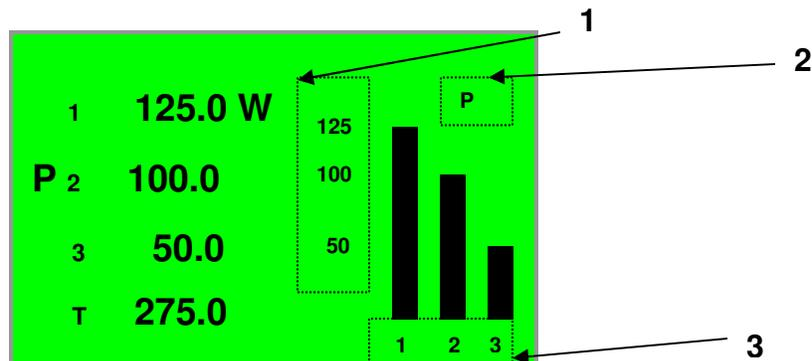

Figura 6 – Gráfico de barras
A figura 6 apresenta a visualização do gráfico de barras, as barras 1,2 e 3 indicam as intensidades por fase. Neste exemplo, o valor nominal de potência é de 100W, a graduação (1) indica a porcentagem em relação ao valor nominal. No caso a fase 1 está com aproximadamente 125%, 2 com 100 e 3 com 50% do valor nominal.
1- Inicialmente deve-se estabelecer a conexão acessando no Menu a opção “Conexão” conforme a figura 6.